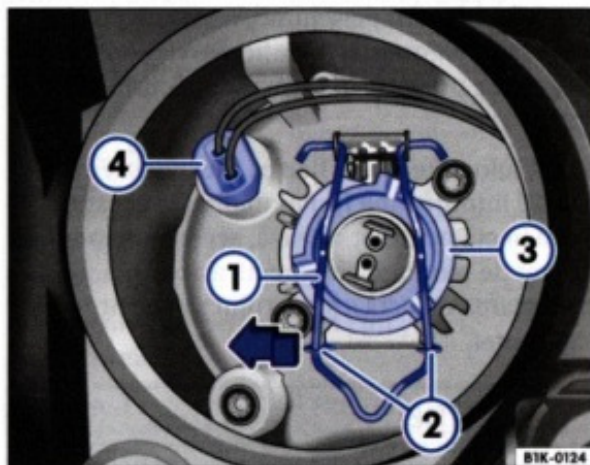

Fig. 34 În far: Becul luminii de drum 3 și de staționare 4
- Trageți fișa din suportul becului ⇒ fig. 34 (3).
- Deplasați mânerul de sârmă (1) în sensul de deplasare înapoi și apăsați-l în sensul indicat de săgeată, din elementele de fixare (2).
- Trageți suportul becului ⇒ fig. 34 (4) din far.